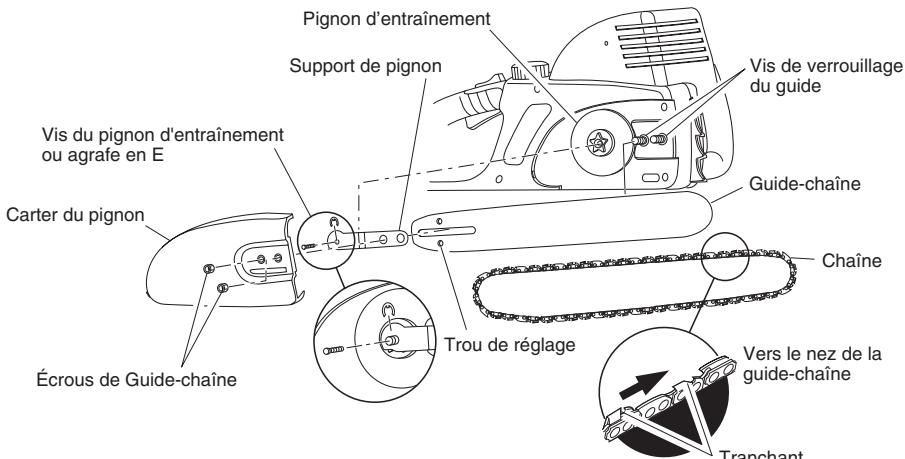

Figure 4 - Montage de la guide-chaîne et de la chaîne
3. Desserrez et retirez la vis du pignon d'entraînement ou l'agrafe en E de l'arbre (voir la Figure 4, page 46). Retirez le support du pignon.
6. Placer la chaîne autour du pignon d'entraînement, ensuite le long de la rainure supérieure du guide-chaîne et autour du nez du guide-chaîne. Note : S'assurer que la face tranchante des maillons de la chaîne soit placée dans la bonne direction. Placer la chaîne de façon à ce que la face coupante des maillons sur le secteur supérieur du guide-chaîne soit dirigée vers le nez du guide-chaîne (voir la figure 4, page 46, et le voyant sur le capot latéral de la tronçonneuse).
9. En tournant le bouton de tensionnement (modèle 107625-01, -02, 111174-01) ou la vis de tensionnement (modèle 107624-01, -02), déplacez le bec jusqu'à ce qu'il soit aligné (inséré) dans l'orifice de réglage rond de la barre de guidage (voir les Figures 4, 5 et 6). Le fait de tourner la molette ou la vis de tension dans le sens inverse des aiguilles d'une montre déplace la barre de tension vers l'arrière du guide-chaîne. Le fait de tourner la molette ou la vis de tension dans le sens des aiguilles d'une montre déplace la barre de tension vers l'avant du guide-chaîne.